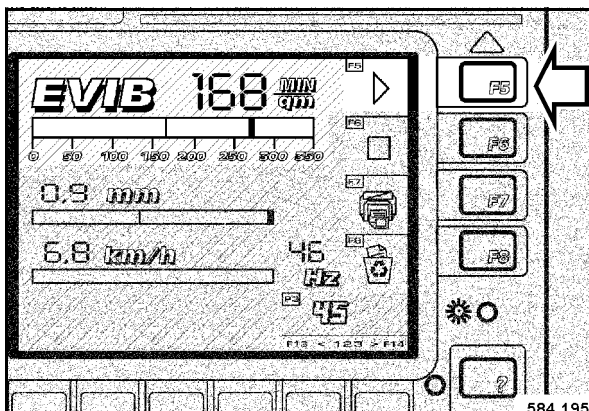

Fig. 93
- Al llegar a la marca 1 hay que pulsar la tecla F5 „START“ (Fig. 93).